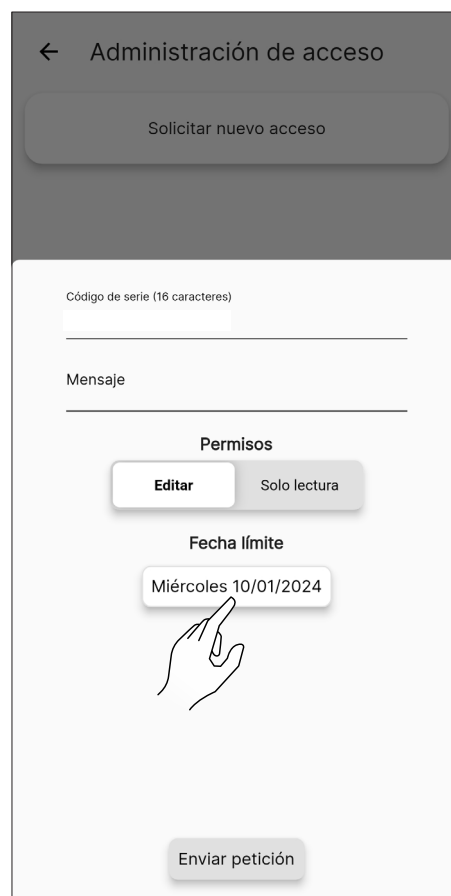

Fig. 8.31
- seleccione la opción «Vencimiento» para decidir cuánto tiempo desea controlar la estufa (Fig. 8.31)